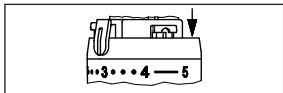

Abb.8
3. Zur oberen Begrenzung des Einstellbereiches, wird das zweite Element, in die Position eine Nut nach der Merkhzahl „4“ eingesteckt (Abb. 8).